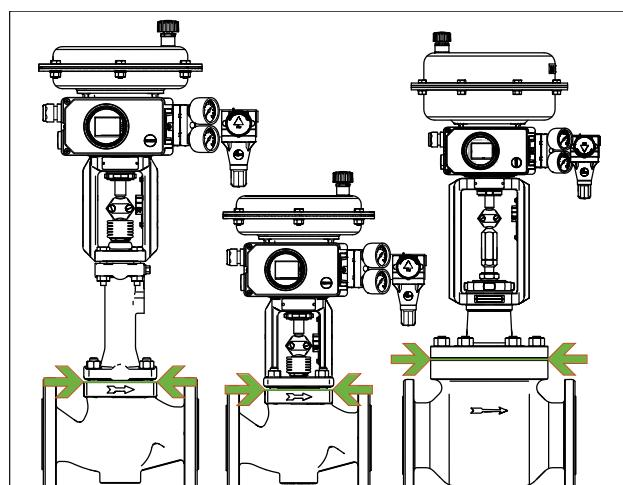

Fig. 19: Límites del aislamiento de válvulas lineales (ejemplo)
- ⇒ Las válvulas lineales solo se pueden aislar hasta la brida tapa del cuerpo, ver Fig. 19. Esto también aplica a las ejecuciones con fuelle o pieza de aislamiento para temperaturas del fluido inferiores a 32 °F (0 °C) o superiores a 428 °F (220 °C). ¡Si también se aísla la pieza de aislamiento, ésta pierde su función!